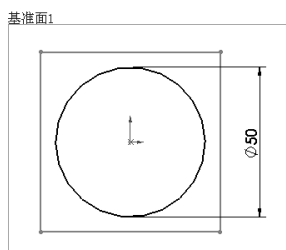

图 3-21 基准面 1 上绘制圆草图
- (4) 在基准面 1 上绘制圆草图，如图 3-21 所示。